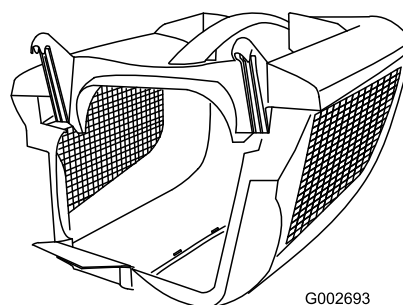

**Рисунок 8**
2. Задвиньте вторую боковину в защелки в верхней части и соедините задние части обеих боковин до щелчка (Рисунок 8).